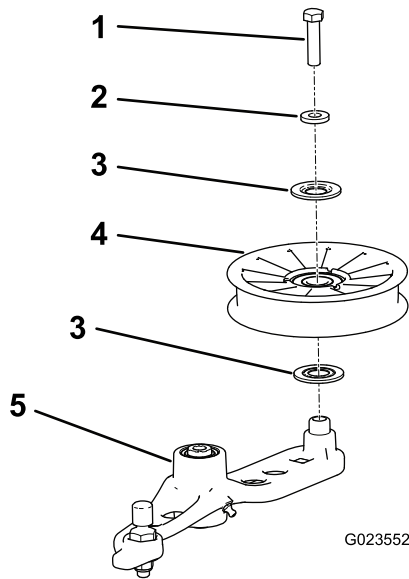

图58
6. 拆下将旧张紧轮固定到张紧臂上的螺栓并安装新张紧轮 图58。